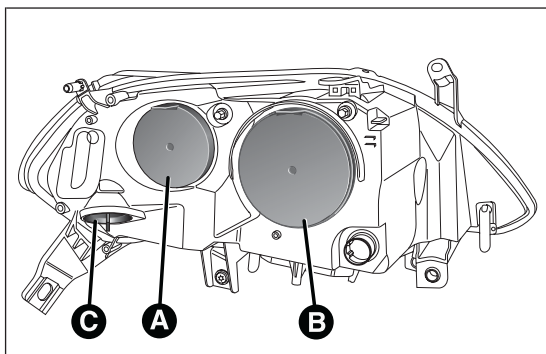

fig. 125
Ils abritent les ampoules des feux de position/feux de jour (D.R.L.), feux de route, de croisement et des clignotants. La disposition des ampoules est la suivante fig. 125 :
- retirer le couvercle A fig. 125 ;
- pour finir, remonter le couvercle A fig. 125.
- retirer le couvercle B fig. 125 ;
- pour finir, remonter le couvercle B fig. 125.
- tourner dans le sens inverse des aiguilles d'une montre le couvercle C fig. 125 ;